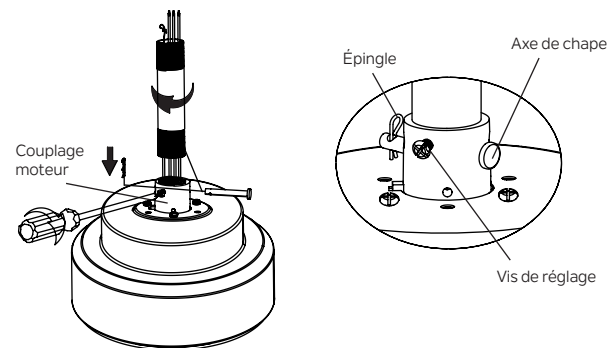

Fig. 8
Étape 4. Faites passer avec précaution les fils du ventilateur et le câble de sécurité à travers la tige descendante. Vissez la tige descendante sur l'accouplement du moteur jusqu'à ce que les trous des broches de la chape soient alignés. Ensuite, remplacez l'axe de chape et l'épingle, puis serrez les deux vis de réglage. (Fig. 8)